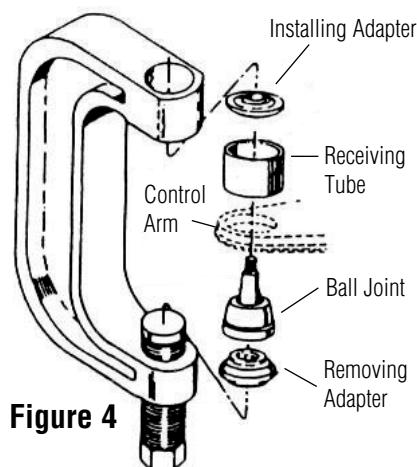

Figure 4
3. Assemble the ball joint press components as shown in Figure 4. Position the receiving tube, and tighten the forcing screw. Check the alignment of all tooling and components, and continue tightening the forcing screw until the ball joint is firmly seated.
3. Monter les composants de la presse pour rotules comme illustré en Figure 4. Positionner le tube récepteur et serrer la vis de manuvre. Vérifier l'alignement de tous les outils et composants, puis continuer à serrer la vis de manuvre jusqu'à ce que le joint à rotule soit parfaitement positionné.